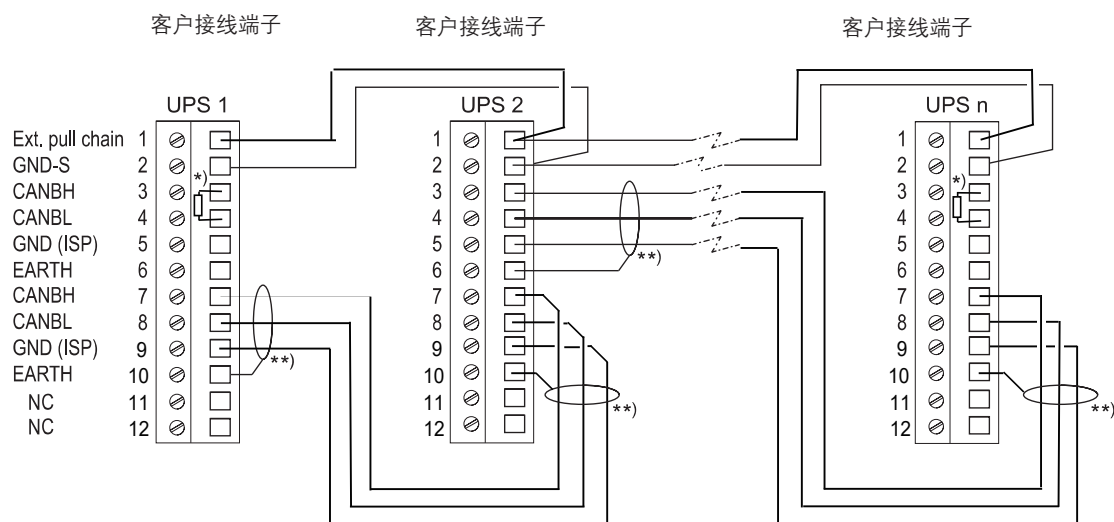
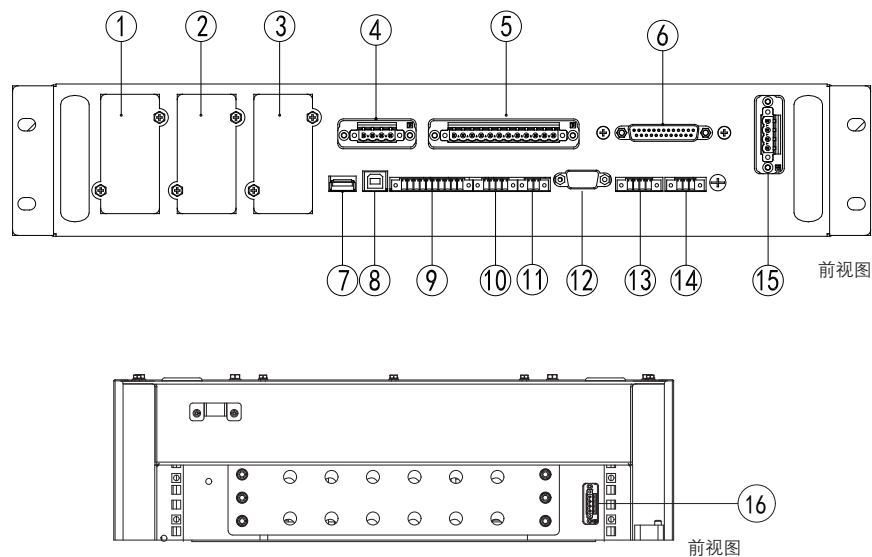

图4-17： 并机UPS的CAN和Pull-chain的配线
图5-1：通信接口
详细连接器位置请参见图 5-1 通讯接口。
位置请参见图 5-1 通讯接口。
2. 外部并机控制信号的连接是一个 12pin 的端子排，通讯接口位置见图 5-1，接线示意图见图 4-15和图 4-17；